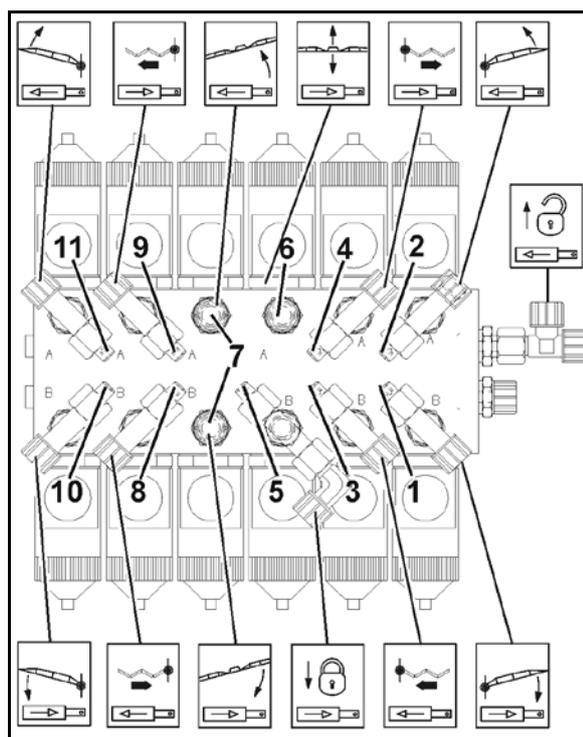

Fig. 145
- Filtre à huile hydraulique (Fig. 145/1) avec affichage du niveau d'encrassement (Fig. 145/2).